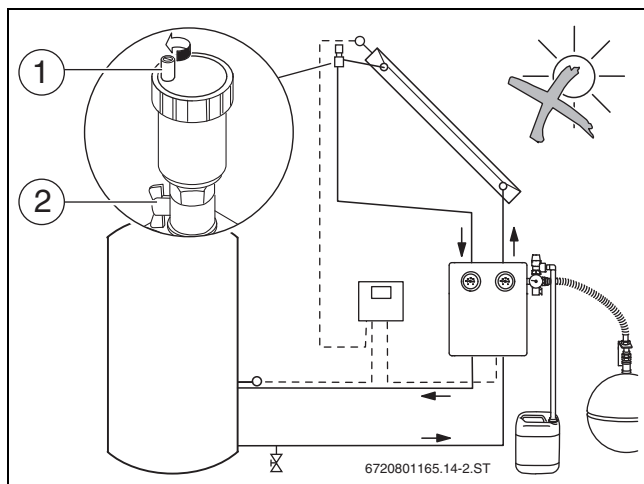

Fig. 31 Abrir o purgador
- Fechar a válvula de esfera direita [2] no grupo de circulação e a válvula de esfera no ventilador (→ fig. 31, [2]).